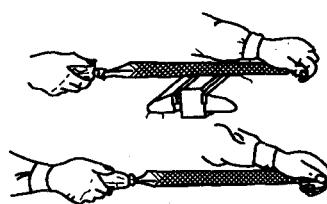

图 1-5 大型锉刀握持法
① 大方锉与大平锉的握持法。用右手握住锉刀柄，使拇指在柄上指向前方，其余四指卷于柄下，左手横握锉尖，拇指在上，其余四指弯卷于尖端下面，见图 1-5。